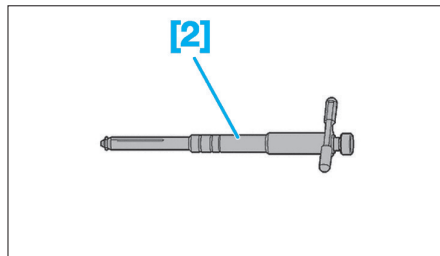

Fig. 46
- [2]. Kit extracteur rondelle étanchéité (réf : 0194/2-C) (si besoin) (Fig.46).